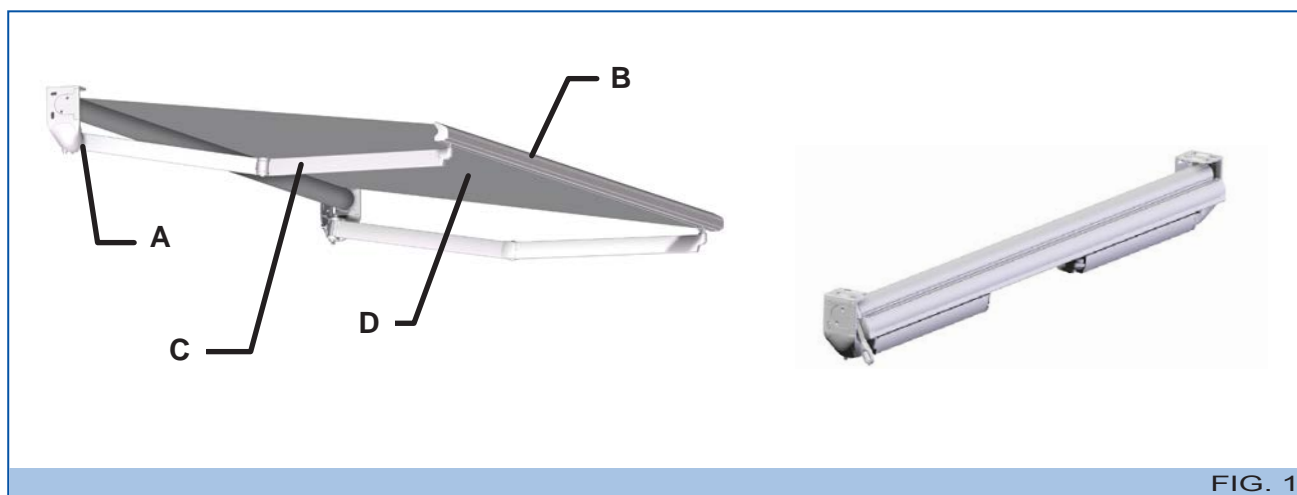

FIG. 1
- **Struttura metallica:** costituisce il telaio portante contenente, all'interno, i vari meccanismi atti al movimento di apertura e chiusura della tenda. Si compone di staffe indipendenti laterali (A - Fig. 1), un profilo terminale (B - Fig. 1), dei bracci estensibili meccanizzati (C - Fig. 1) dotati di cavetti inguainati o di catena in acciaio inox ed un tubo avvolgitore.
- **Telo (D - Fig. 1):** svolge la funzione di copertura e protezione propria della tenda.
L'apertura e la chiusura della tenda viene eseguita grazie all'ausilio dell'asta manovra (A - Fig. 1) e di un arganello (B - Fig. 1).